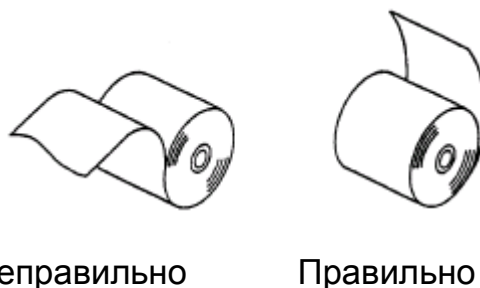

Рисунок 11. Ориентирование рулона бумаги
5.4.5 Соблюдая нужное направление (термослой должен располагаться сверху – рисунок 11), установите рулон бумаги в отсек для чековой ленты как показано на рисунке 12. Необходимо протянуть несколько сантиметров чековой ленты в выходное отверстие принтера.